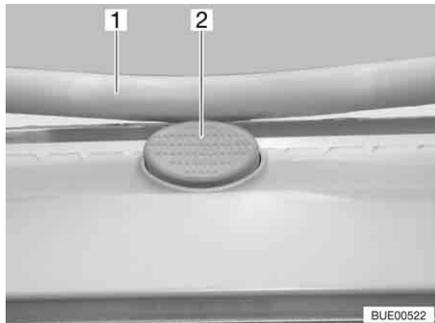

Bild 18 Låsknapp på den uppfällbara takluckan
- Tryck på låsknappen (Bild 18,2) och dra ner bygeln (Bild 18,1) med båda händerna.
- Tryck bygeln uppåt med båda händerna tills bygeln ligger ovanför låsknappen (Bild 18,2).